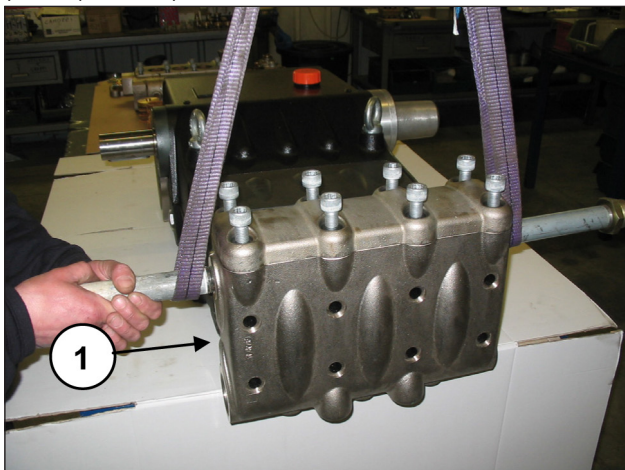
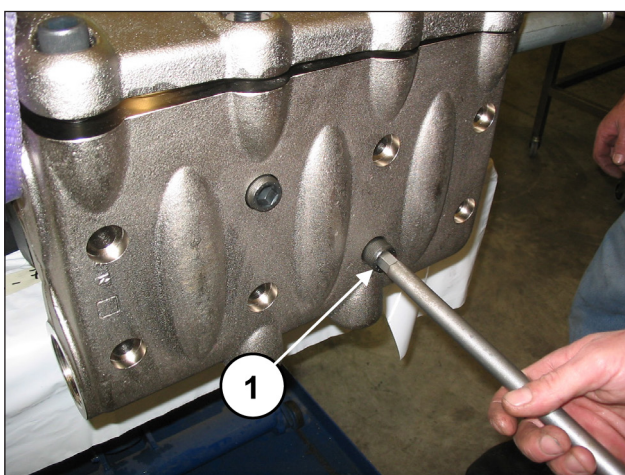

Рис. 134
Рис. 135
Установите торец на картер насоса (поз. ①, Рис. 134), стараясь не задеть поршни, и завинтите 8 винтов M16x150 (поз. ①, Рис. 135).
Затягивайте 8 винтов M16x150, начиная с 4 внутренних винтов перекрестным способом (см. Рис. 135), затем перейдите к 4 внешним винтам, также затягивая их крест-накрест.